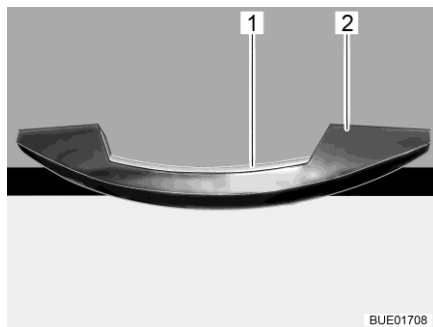
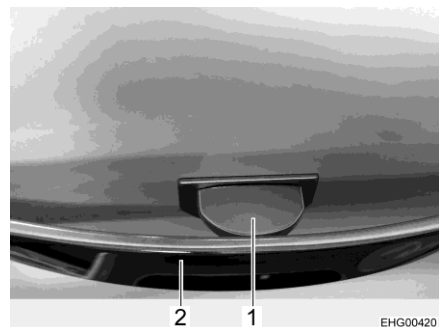

Bild 69 Handtag med låslist (exempel)
Bild 70 Handtag med låstunga
- Tryck på låslisten (Bild 69,1) eller låstungan (Bild 70,1) och håll den intryckt.
- Öppna skåpluckan genom att dra i handtaget (Bild 69,2 eller Bild 70,2).